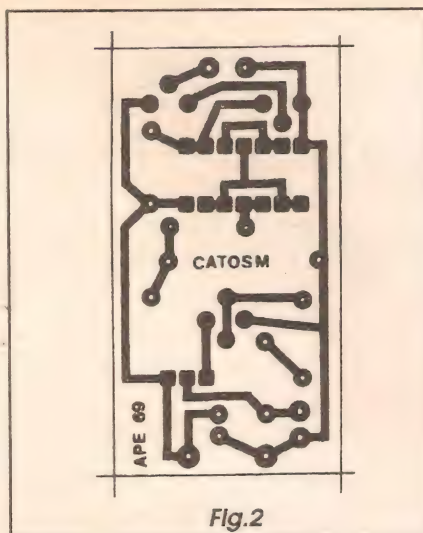

Fig.2
- FIG. 2 - LAY OUT DO CIRCUITO IMPRESSO ESPECÍFICO - O substrato elétrico e mecânico do circuito, ou seja: a placa de circuito impresso, é visto na figura em escala 1:1 (tamanho natural, portanto...), com as ilhas e pistas da sua face cobreada destacadas em negro (as áreas brancas representam as regiões onde o cobre deve ser removido na corrosão...). A cópia pode ser feita diretamente, com carbono, finalizando-se a traçagem com decalques ácido-resistentes (na prática, tal método de traçagem é necessário quando o circuito contém integrados, devido às ilhas muito pequenas, próximas umas das outras, e requerendo alto rigor posicional...). Depois de efetuadas as outras etapas (todas simples, e já detalhadas em antigas edições de **APE** e **aulas do ABCDE...**) da confecção do impresso, este deverá ser cuidadosamente conferido com a figura/gabarito... Ainda antes de se começar as inserções e soldagens, convém que o leitor/hobbysta iniciante dê uma lida nas **INSTRUÇÕES GERAIS PARA AS MONTAGENS**, onde se trata com detalhes do bom aproveitamento da técnica de circuito impresso, com todos os *macetes* e recomendações práticas necessárias...